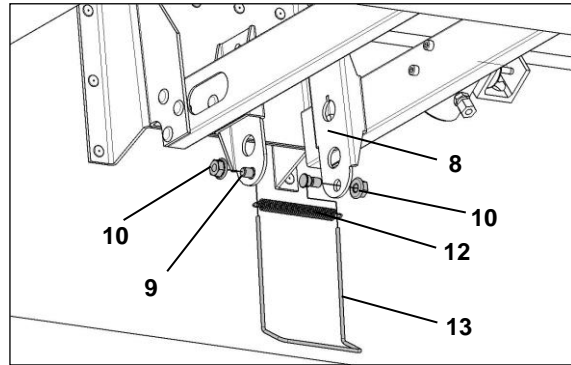

Bild 5
1. Beide Lochschrauben (9) von innen in die untersten Löcher der Halterung (8) stecken und vorerst mit den Flanschmutter (10) vor dem Herausfallen schützen (Bild 5).
2. Die Rückhaltefeder (12) über die Enden des Anschlagbügels (13) stecken und von unten in die Löcher der Lochschrauben (9) stecken. Dabei ist drauf zu achten, dass die Biegung des Bügels in Richtung der Aufsetzkranzmitte zeigt, da nur so die Funktion gewährleistet ist. Nun die Flanschmutter (10) handfest anziehen (Bild 5).